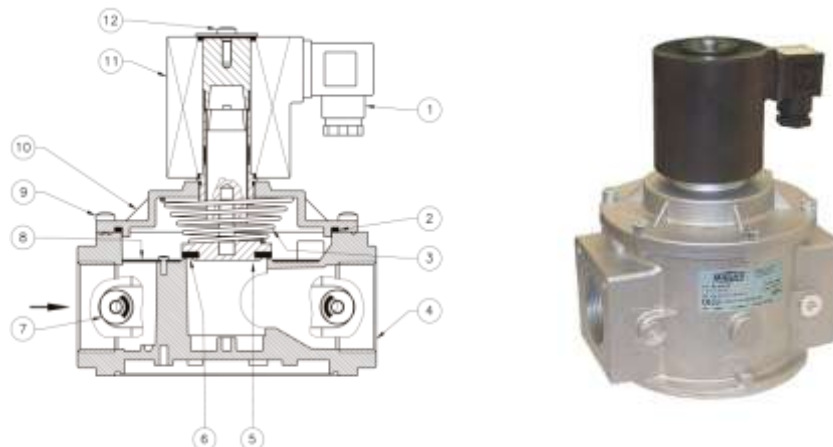

Рис. 2
Клапан рис. 2 состоит из: электрический коннектор (1); верхнее уплотнительное кольцо (2); пружина запирающего механизма (3); корпус (4); затвор (5); уплотняющая прокладка (6); фильтрующая сетка * (8); винты крепления крышки (9); крышка (10); электромагнитная катушка (11); гайка крепления электромагнитной катушки (12).